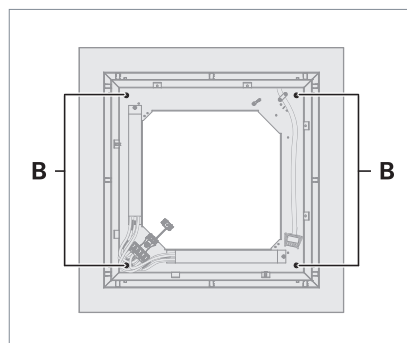

Fig. 3: Fixer le cadre du luminaire au plafond.
- ▶ Fixez le cadre du luminaire au plafond en serrant les quatre vis **B** de façon identique, voir Fig. 3.